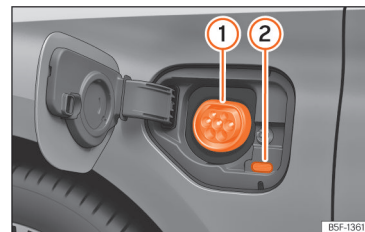

Fig. 59 Darrere de la tapa de càrrega de la bateria a la part davantera esquerra: Presa de càrrega.
» » » fig. 59
- Amb el vehicle desbloquejat, la tapa de càrrega de la bateria s'obre en pressionar-la » » » fig. 59.